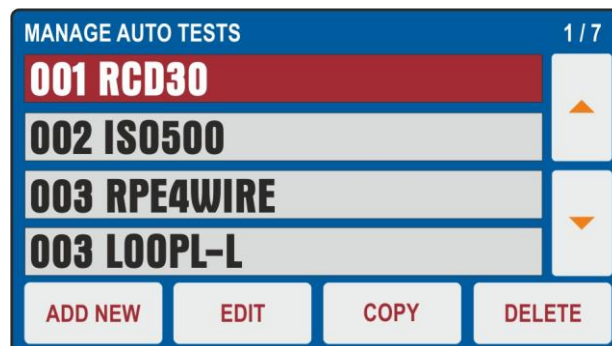

Fig. 18: Menù AUTOTEST
13. Selezionare un Autotest e toccare il tasto **COPY** (vedere Fig. 18). La seguente videata è mostrata a display
17. Selezionare un Autotest e toccare il tasto **DELETE** (vedere Fig. 18). Lo strumento fornisce un messaggio di conferma prima di eseguire la cancellazione